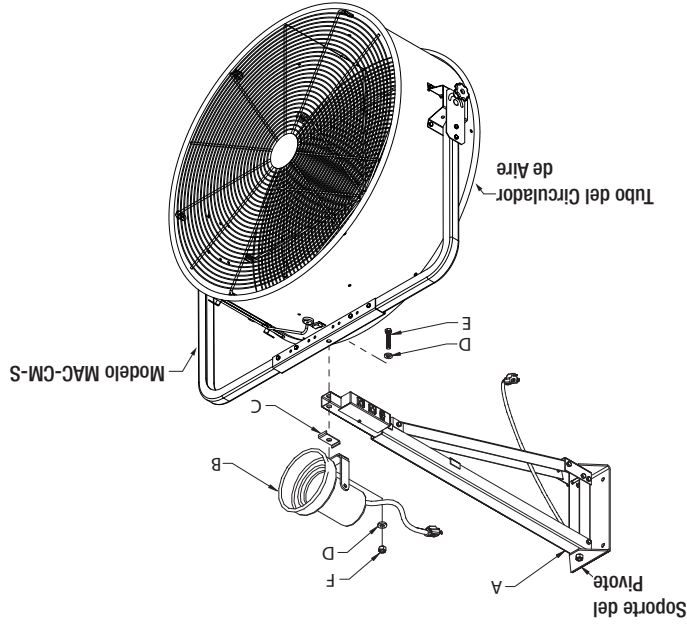

Figura 1 — Instalación del Brazo de Acoplamiento
3. Monte el soporte del pivote en el brazo de acoplamiento (A) en una pared estructuralmente adecuada utilizando (4) sujetadores adecuados (proporcionados por terceros).
4. Suba el ventilador hasta el brazo de acoplamiento, introduzca el perno de 1/2 x 3" (E) y la arandela (D) a través del soporte de montaje en cielo y el brazo de acoplamiento. Consulte la Figura 1.
5. Acomode el sujetador en Z (C) y el dispositivo de luz (B). Fíjelo con la arandela (D) seguida por una tuerca Nyllok (F). Afloje la tuerca 1/4 de giro para permitir el movimiento del ventilador.